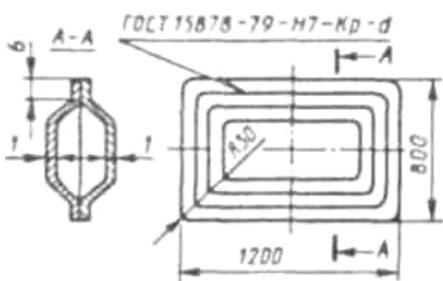

Рис. 41
2. Разработайте процесс сварки бензобака (рис. 41) из стали марки Ст3. Производство массовое. Укажите подготовку заготовок под сварку. По толщине свариваемых заготовок выберите тип машины и укажите ее технические данные. Рассчитайте площадь контактной поверхности электрода (для случая отсутствия крашения ролика). По значениям $j(\text{A}/\text{мм}^2)$ и $p(\text{мН}/\text{м}^2)$ определите сварочный ток и усилие, приложенное на роликах, время сварки изделия. Укажите возможные дефекты и причины их возникновения.